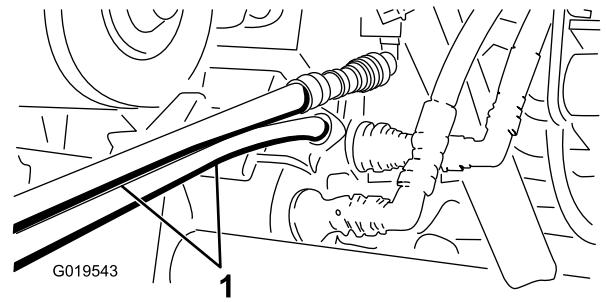

Figura 77
5. En la otra máquina, conecte las dos mangueras al acoplamiento que permanece todavía en el soporte de acoplamiento (conecte la manguera superior al acoplamiento superior y la manguera inferior al acoplamiento inferior) (Figura 77).